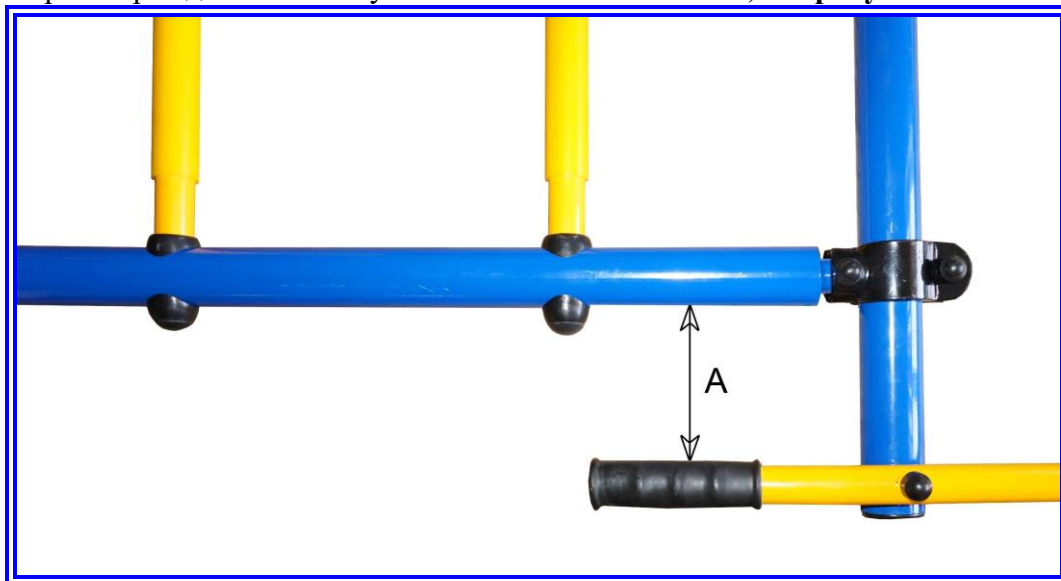

Рисунок 9
3.12. **Внимание:** в соответствии с требованиями безопасной эксплуатации Рукохода размер А при сборке должен быть установлен **не менее 75 мм, см. рисунок 9.**